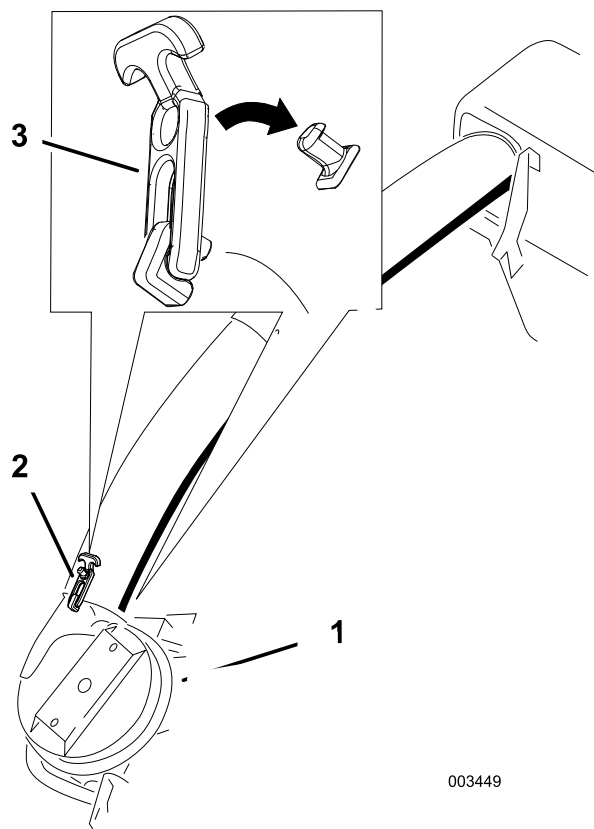

Figura 35
6. Deslize o tubo inferior para o conjunto do soprador e tranque-os juntos (Figura 35).